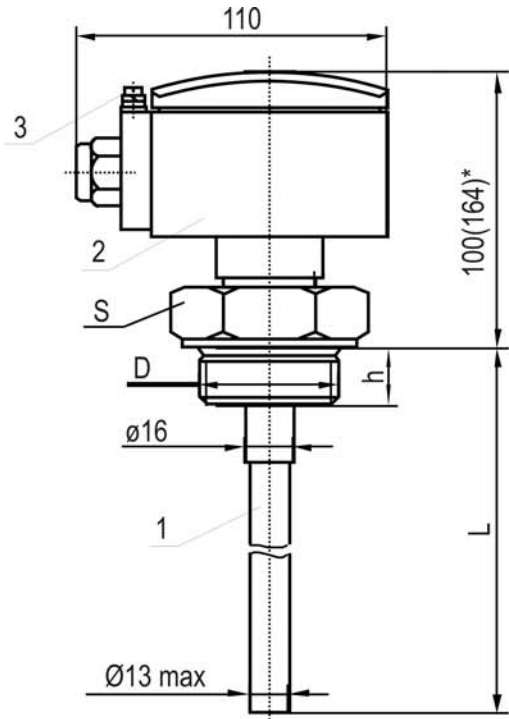

Рисунок 1
1.3.1 Датчик (рисунок 1) состоит из чувствительного элемента 1 различных конструктивных исполнений (таблица 2), корпуса 2 с крышкой и расположенного внутри корпуса электронного модуля. Для датчиков взрывобезопасного исполнения предусмотрен зажим заземления 3 типа ЗВ-С-4х12-1 по ГОСТ 21130-75.